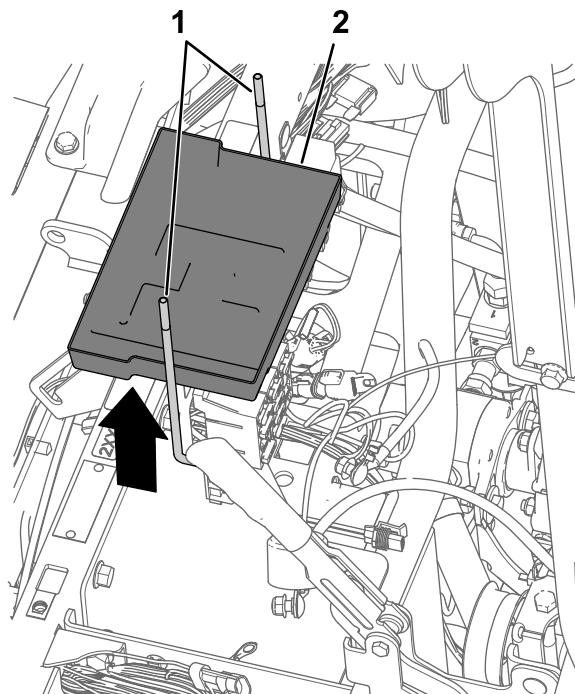

Рисунок 171
5. Удалите 2 крючковых болта и снимите поддон аккумуляторной батареи с кронштейна аккумулятора (Рисунок 171).